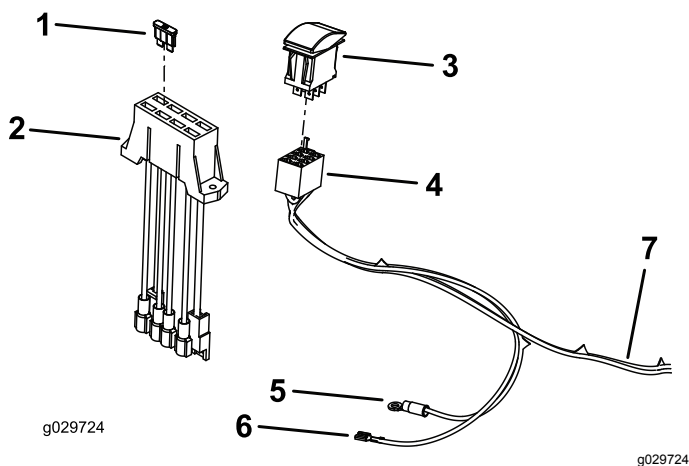

図 9
2. ヒューズブロックにコネクタを取り付ける 図 9。
3. ヒューズブロックにヒューズを取り付ける 図 9。
4. アール用リング端子をアース用ブロックに接続する 図 9。